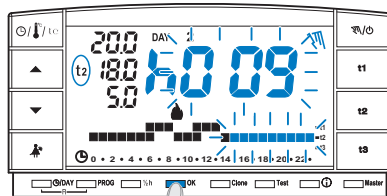

fig. 45
- Premere il tasto **OK**, sul display appare l'indicazione lampeggiante del numero di ore in cui sarà attivo il funzionamento manuale temporaneo (esempio in fig. 45).